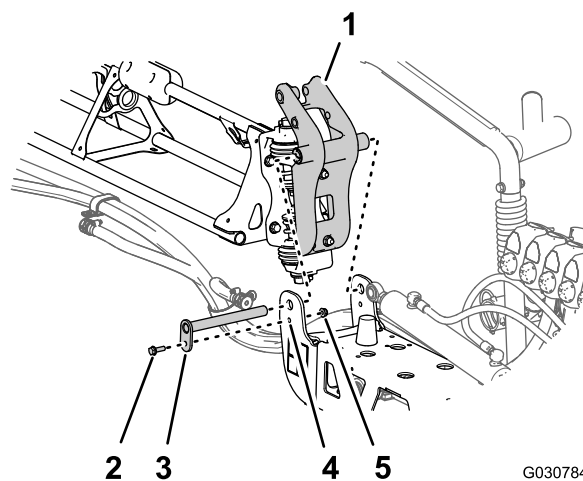

Рисунок 122
3. Совместите втулки в креплениях оси поворота с отверстиями во фланцах кронштейна оси поворота в конце средней секции опрыскивателя (Рисунок 122).